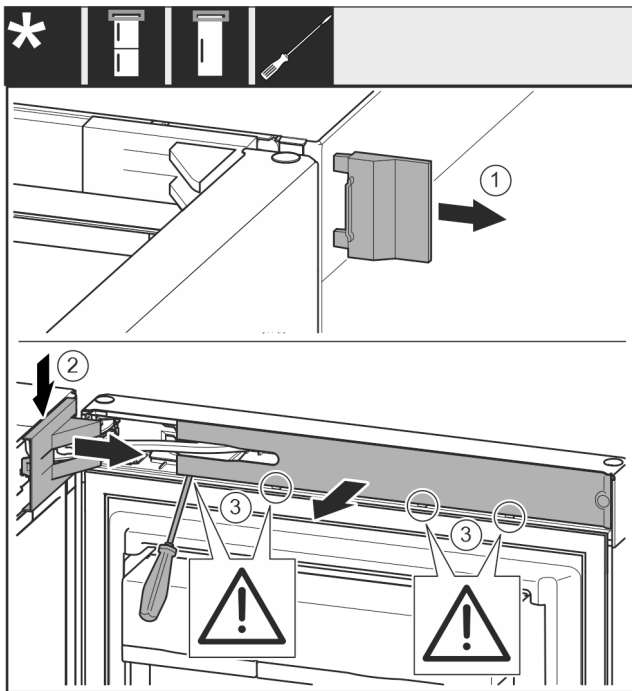

Fig. 7
- ▶ 取下外盖。 Fig. 7 (1)
- ▶ 拆卸并松开托架盖。取下托架盖。 Fig. 7 (2)
- ▶ 使用带槽螺丝刀松开隔板并把它转到一边。 Fig. 7 (3)